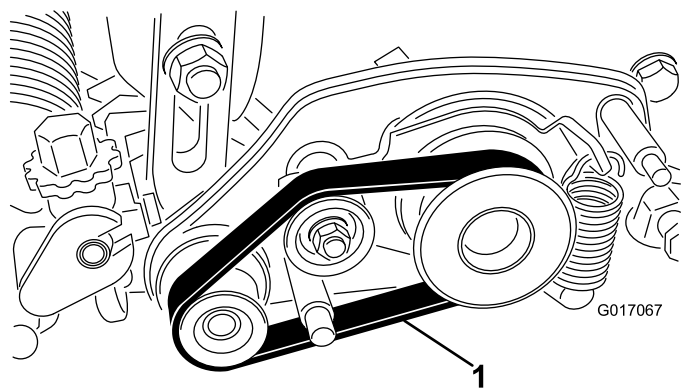

図 14
30. ベルトを取り付ける 図 14 のように駆動プーリ、アイドルプーリ、受動プーリに掛け回す。